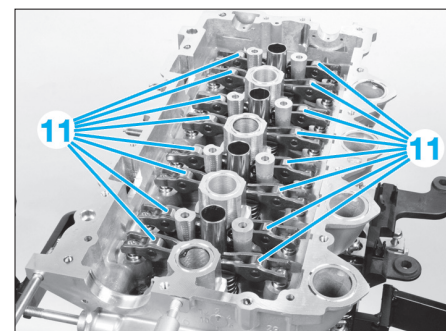

FIG. 71
- Reposer les linguets à rouleaux (11) en respectant leur emplacement préalablement repéré (Fig.71).
- Repérer les linguets avec leur poussoir hydraulique et les déposer (Fig.71).